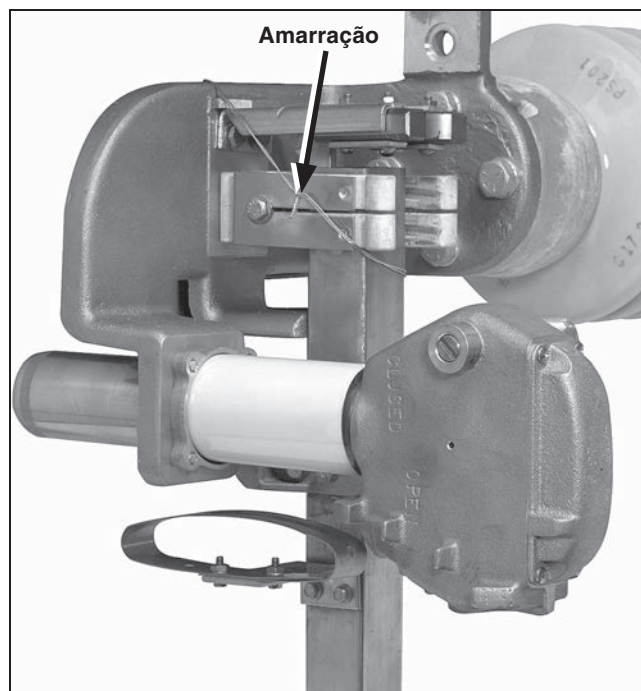

Figura 28. Remova a amarração no conjunto do contato fixo principal.
PASSO 25. Remova as amarrações que prendem as facas da chave aos respectivos conjuntos de contatos principais fixos e as amarrações que prendem os mecanismos de acionamento aos seus batentes. Ver Figura 28.